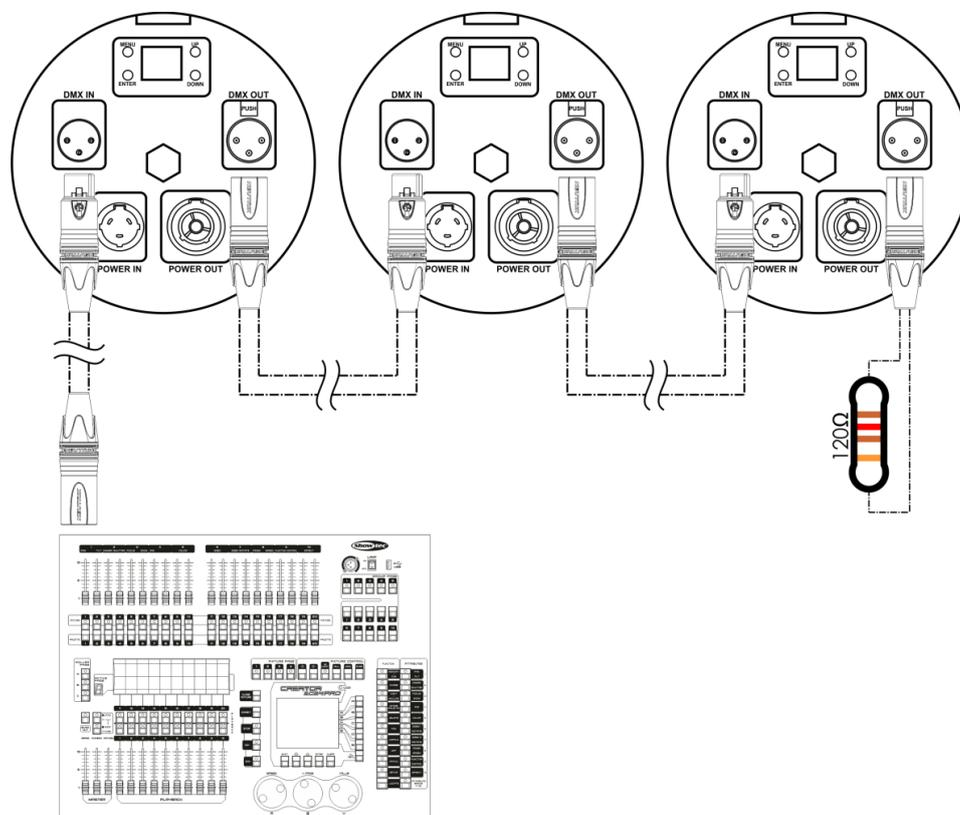

Fig. 04
- 04) Conecte las unidades entre ellas como se indica en la Fig. 04. Conecte un controlador de iluminación a la toma DMX IN (entrada) del primer dispositivo mediante un cable DMX. Conecte un cable DMX que vaya desde el conector DMX OUT (salida) de la primera unidad al conector DMX IN (entrada) de la segunda unidad. Conecte las unidades segunda, tercera y cuarta entre ellas.